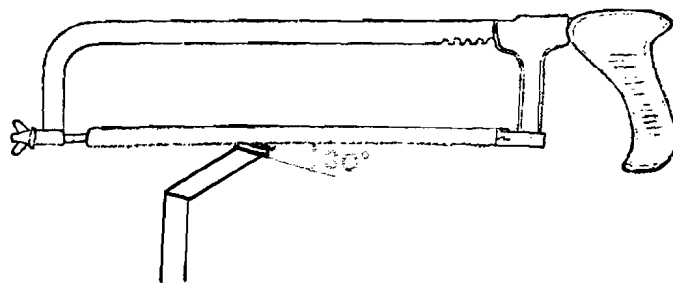

Fig. 7-6
3.2. INICIACIÓN.—Iniciar el aserrado con una mano más alta que la otra (fig. 7.6). Igualar la altura de las manos cuando el corte esté iniciado en todo el espesor de la pieza.